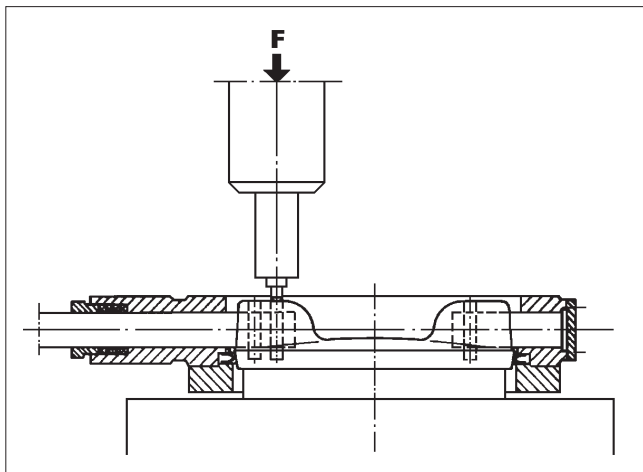

Fig. 17 Compression des goupilles
- Supporter fermement le disque dans sa position horizontale lors du montage des goupilles. Enfoncer les nouvelles goupilles dans les trous et les comprimer pour leur faire prendre leur forme finale (cf. figure 17). Utiliser un outil de diamètre inférieur aux goupilles. Voir les forces de compression sur le tableau 6.
- Mettre en place la rondelle d'étanchéité (18) et la bride aveugle (10). Les vis de la bride aveugle doivent être serrées régulièrement. Irrégulièrement serrée, la bride peut endommager le joint de siège.
- Détacher l'actionneur de la vanne à l'aide d'un extracteur approprié. L'outil spécifique peut être commandé auprès du fabricant. Cf. figure 17.